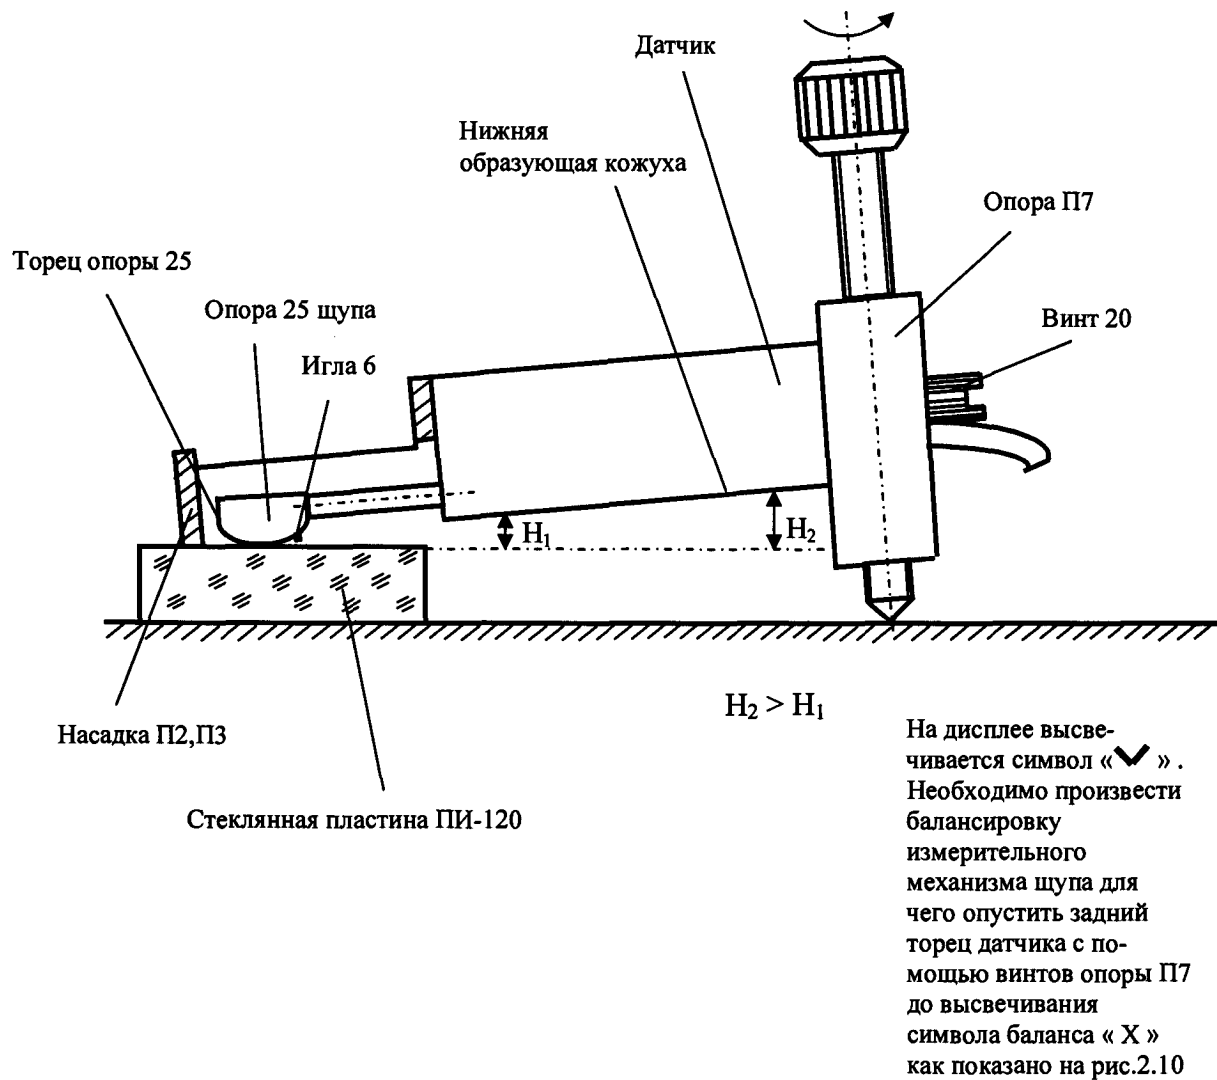

Рис.2.9 Базирование датчика на поверхность стеклянной пластины при контроле работоспособности прибора с помощью опоры П7. Положение до балансировки. Вид сбоку.
2.3.4.3 Датчик на опоре П7 расположить насадкой П2 на поверхности стеклянной пластины так, чтобы рабочая поверхность опоры 25 щупа касалась бы поверхности стеклянной пластины, а задний торец датчика был бы выше (приподнят) относительно плоскости измерений на  $1 \div 10$  мм (рис.2.9). При этом на дисплее должен высвечиваться символ «», указывающий на необходимость смещения заднего торца датчика вниз .